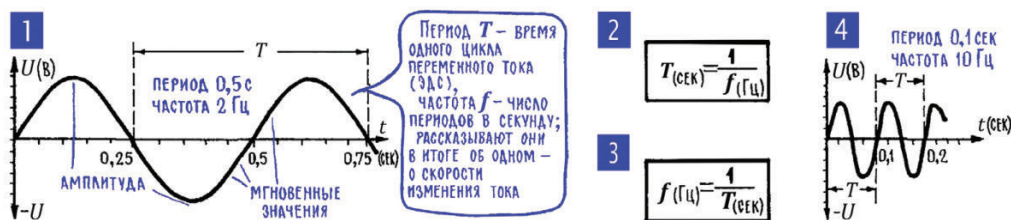

Рис. 6.6. Период и частота переменного тока
6. Частота говорит о том, насколько быстро меняется переменный ток; единица частоты – герц. О постоянном токе нам достаточно было знать одно – какова интенсивность движения зарядов, то есть то, что отражено в характеристике «величина тока», «сила тока». Переменный ток – явление значительно более сложное, и, чтобы судить о событиях в цепях переменного тока, нужна значительно более обширная информация. В частности, нужно знать, насколько быстро меняется ток, насколько часто происходит смена его направлений. Об этом в равной мере хорошо говорят две характеристики, связанные между собой. Первая – период – указывает время, в течение которого переменный ток (ЭДС, напряжение), изменяясь, проходит весь свой цикл, все свои возможные значения. Вторая характеристика – частота – говорит о том, сколько периодов, то есть полных циклов изменения тока (ЭДС, напряжения), успевает произойти за единицу времени. Единица частоты – герц (Гц) – число периодов в секунду. Ясно, что чем медленнее происходят изменения тока, чем дольше длится период, тем меньше (принято говорить «ниже») частота. И наоборот, с увеличением частоты период становится все более коротким (рис. 6.6).